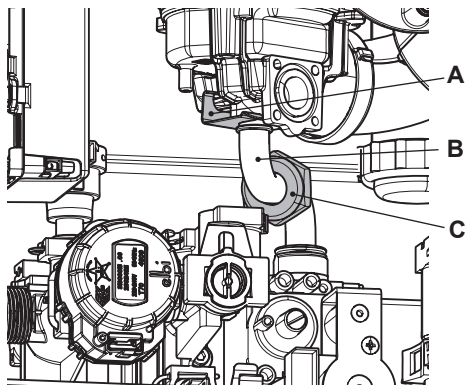

Figura 8.1
- Togliere la forcina A, svitare il girello C ed estrarre il tubo del gas B (Figura 8.1).
**Attenzione per rimontare eseguire le operazioni effettuate in senso inverso, stando attenti a non rovinare la guarnizione OR del tubo gas quando si inserisce il tubo nell'aerotech ed eseguire la prova di tenuta gas dopo aver stretto il girello del tubo gas (Figura 8.1).**